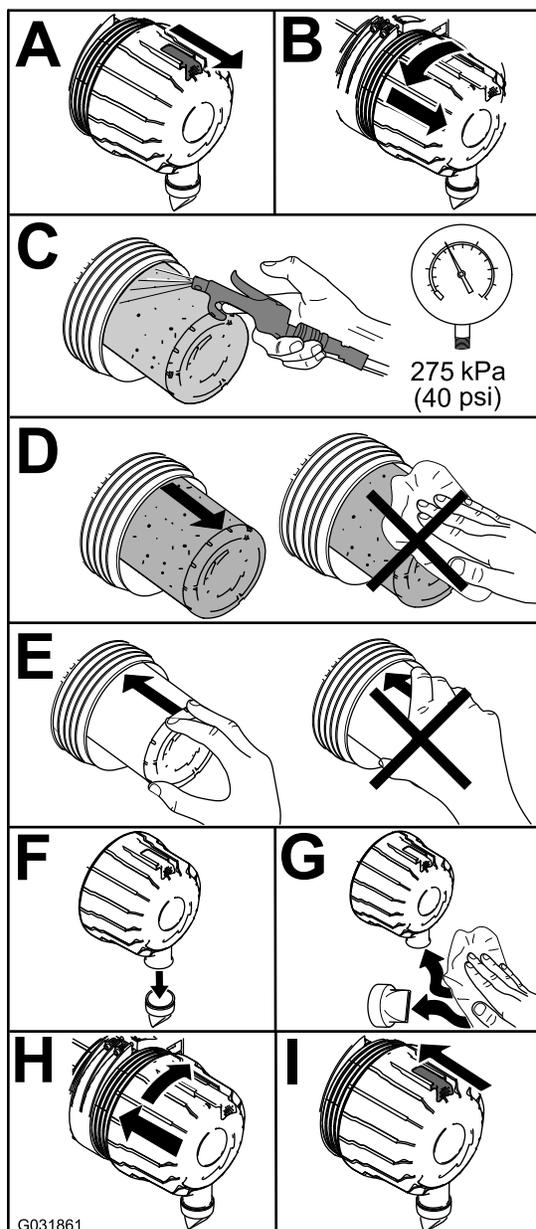

Рисунок 56
1. Замените воздухоочиститель (Рисунок 56).